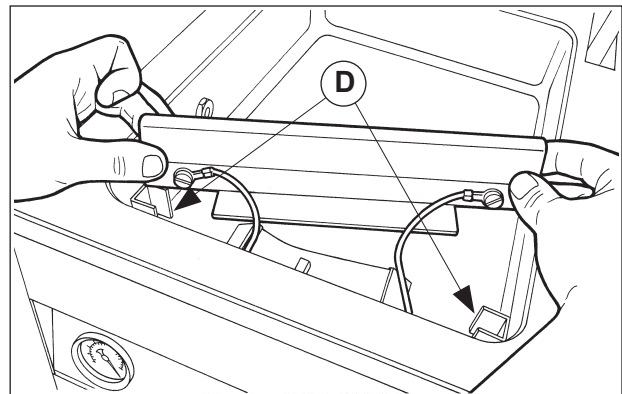
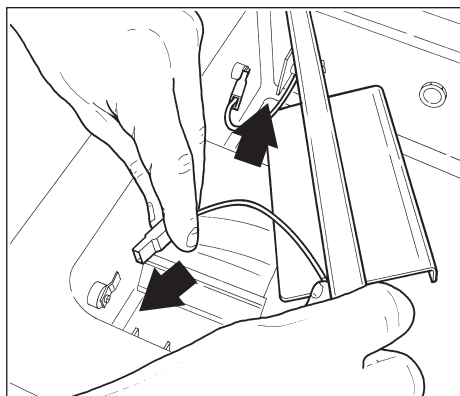

Fig. 6
Fig. 7
- 5) Refit the bar in guide (D - Fig. 6) and reconnect the connection wires (Fig. 7).
- 5) Remettre la barre dans les guides (D - Fig. 6) en reconnectant les câbles solidement aux raccords (Fig. 7).
- 5) Reinstalar la barra en las guías (D, Fig. 6) y reconectar firmemente los hilos en sus conexiones (Fig. 7).